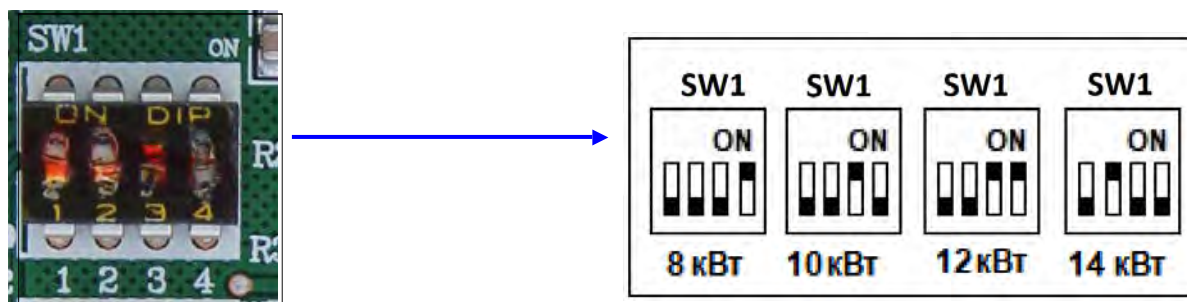

Рис.3.1
- Проверьте соответствие положение DIP-переключателей SW1 (рис.3.1). значению мощности на этикетке (шильдике) наружного блока.